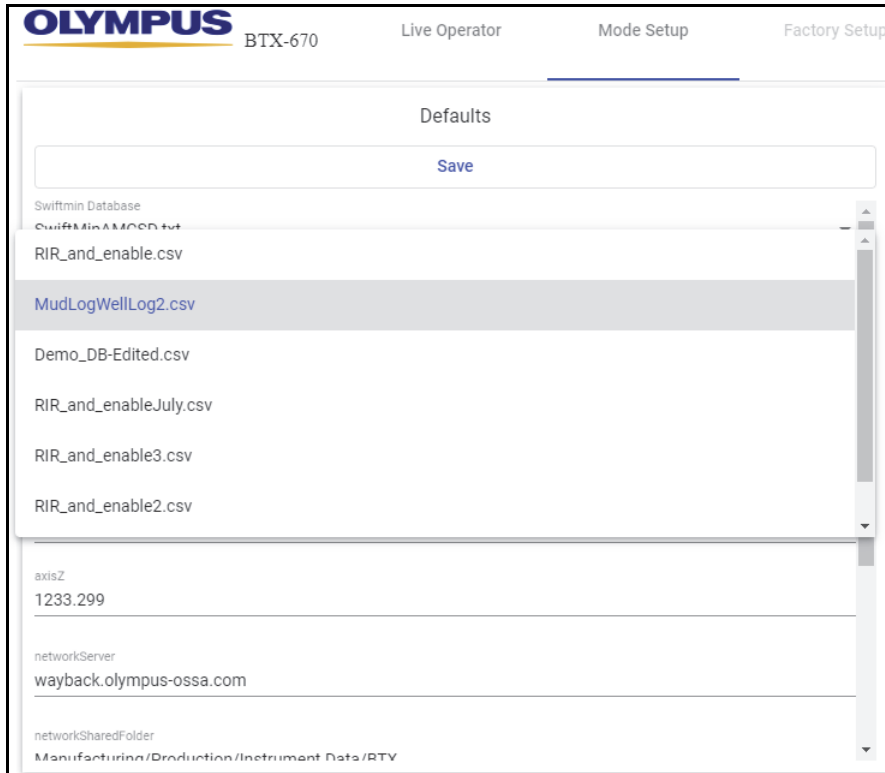

Рис. 5-11 Изменение базы данных по умолчанию
1. Щелкните на базу данных по умолчанию и выберите другую базу данных (см. Рис. 5-11 на стр. 83).